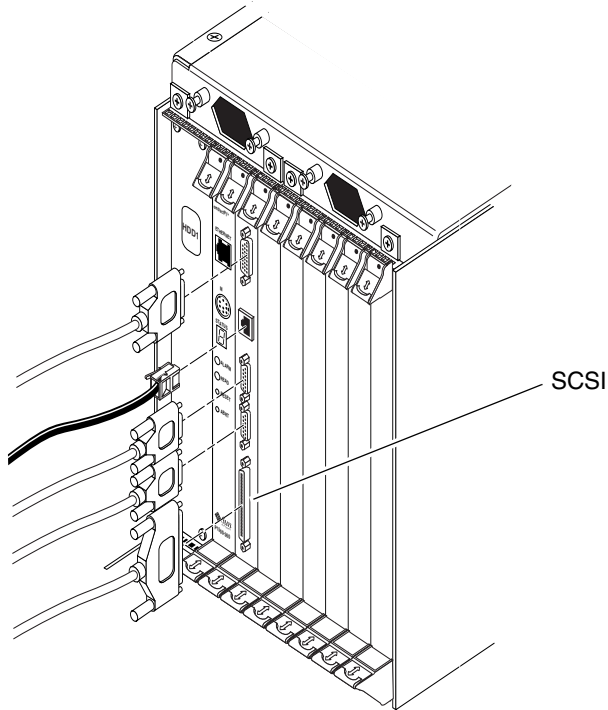

ABBILDUNG 5-42 Lage der SCSI-Schnittstelle der CPU-FTC (Netra ct 800 Server)
- Wenn Sie ein Netra ct 800 Server-Modell mit Zugang von der Vorderseite haben, befindet sich die SCSI-Schnittstelle auf der CPU-FTC, die unmittelbar neben der CPU-Karte installiert ist (ABBILDUNG 5-42).
- Wenn Sie ein externes SCSI-Gerät an die CPU-FTC im Netra ct 800 Server anschließen, müssen Sie das SCSI-Kabel an die SCSI-Schnittstelle der CPU-FTC anschließen (ABBILDUNG 5-42).